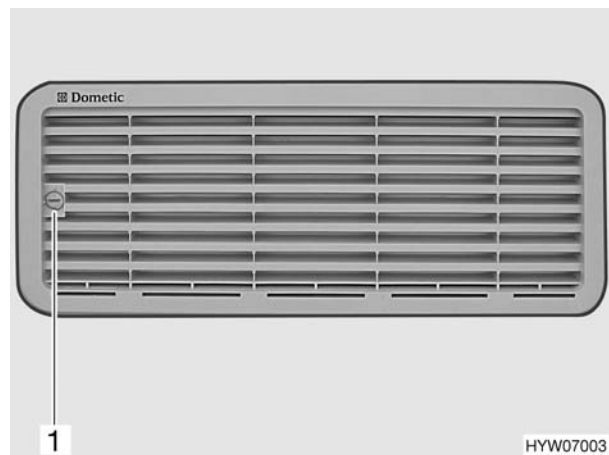

Bild 137 Kühlschrank-Lüftungsgitter (Variante 1)
- Schraube (Bild 137,1) mit Hilfe einer Münze eine viertel Umdrehung drehen.